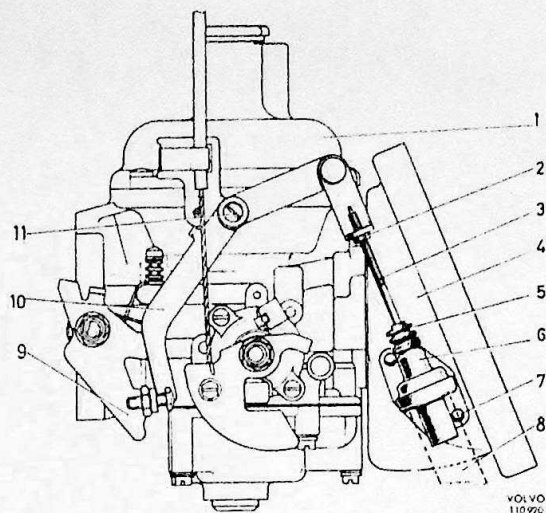
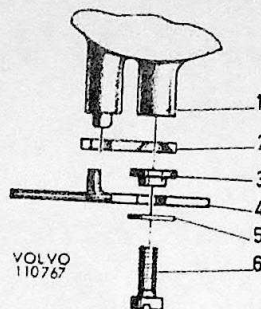

Fig. 4. Warmestart-klep op de Zenith-Stromberg karburateur.
Fig. 9. Montage van de warmstart-klep
3. Bevestig de bedieningsarm voor de klep (10, Fig. 4) aan de achterste karburateur en gebruik hiervoor volgens Fig. 9 de afstandsring (3), de ring (5) en de schroef (6).